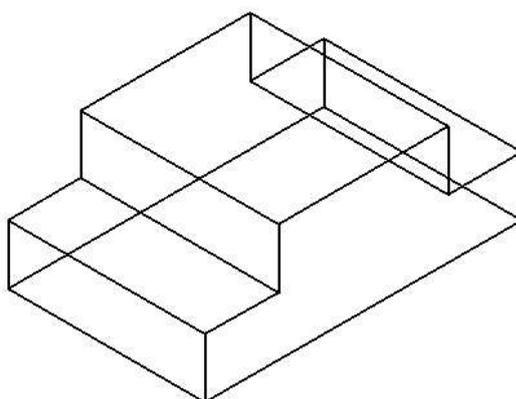

Рис. 101
7. Командой **Объединение** (Union) из инструментальной панели **Редактирование** создадим единое тело (рис. 101). Опция команды: